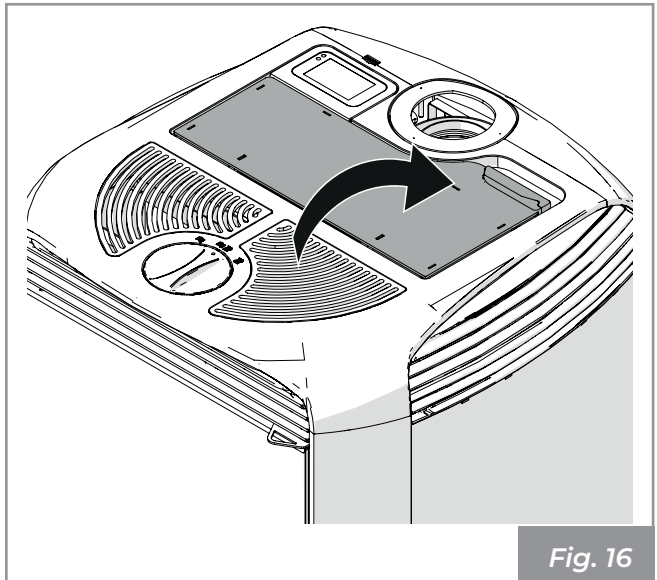

Fig. 16
- Chiudere lo sportello di carico pellet (**Fig. 16**).
Close the pellet loading hatch (**Fig. 16**).
Die Tür zur Pelletbeladung schließen (**Fig. 16**).
- Refermer la porte de chargement des granulés (**Fig. 16**).
Cerrar la puerta de carga de pellet (**Fig. 16**).